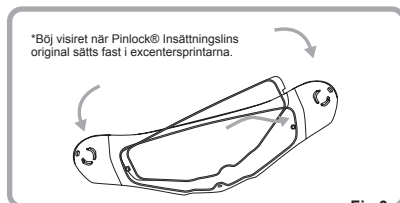

Fig.3
2. Böj visiret försiktigt tills det är plant. Därefter, klicka fast den andra sidan av Pinlock® Insättningslins original i excentersprintarna och låt sedan visiret försiktigt återgå till dess ursprungliga krökta form. Se till att Pinlock® Insättningslins original är inpassat i höljet (Fig. 3, 4 och 5). (Fortsätt vid 3 på nästa sida)